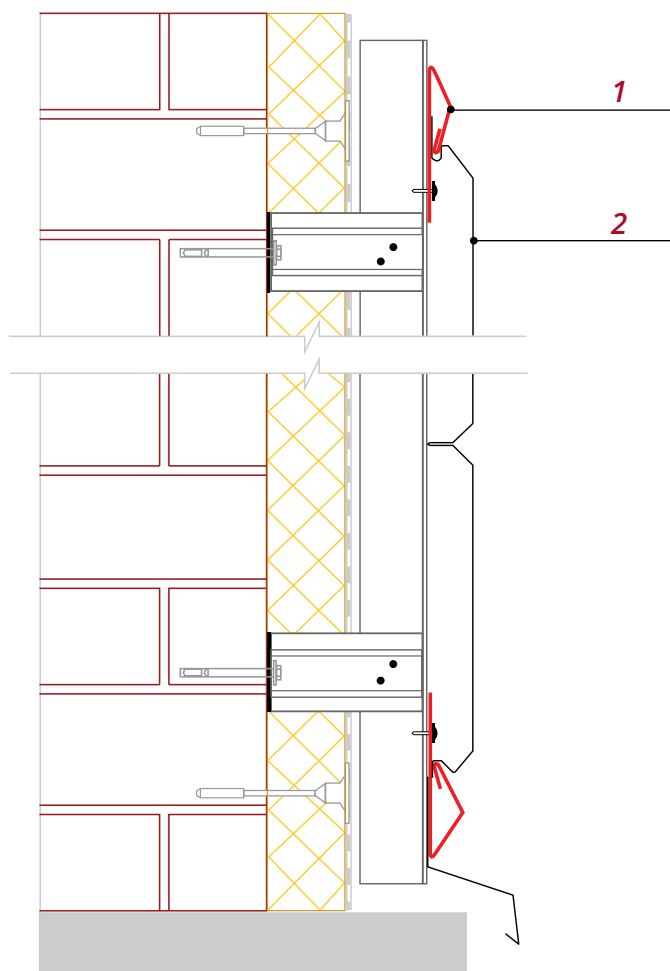

Рис. 24
- Закрепите Планку стартово-финишную **1** так, чтобы верхняя панель была без зазоров надежно закреплена между планкой и предыдущей панелью (рис. 24).